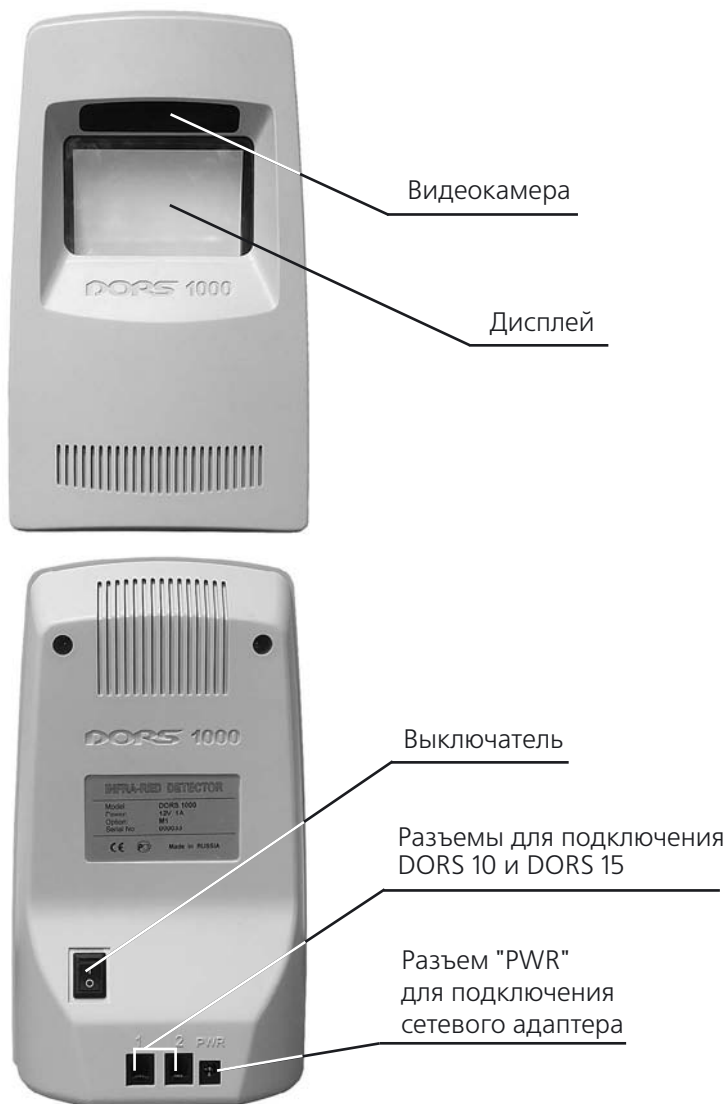

Рис. 1
5. Когда прибор не используется продолжительное время, выключатель питания (рис. 1) должен быть в положении **"выключено"**.
- а. Подсоедините шнур адаптера к разъему питания "PWR" прибора (рис. 1).